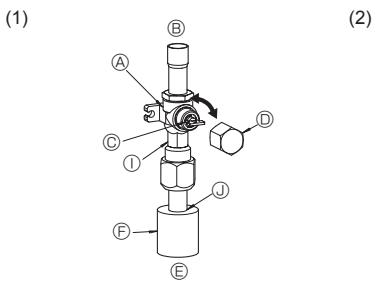
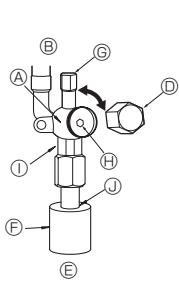

Fig. 4-6
Fig. 4-7
(1) Gaszijde (Fig. 4-6)
- ① Verwijder de dop, trek het handvat naar u toe en draai dit een kwartslag tegen de klok in om de kraan te openen.
- ② Let erop dat de afsluitkraan geheel open is, druk de hendel in en draai de kap terug naar de oorspronkelijke stand.
(2) Vloeistofzijde (Fig. 4-7)
- ① Verwijder de kap en draai de kraanstang zo ver mogelijk tegen de klok in met behulp van een 4mm-inbusleutel. Stop met draaien wanneer de nok wordt bereikt.